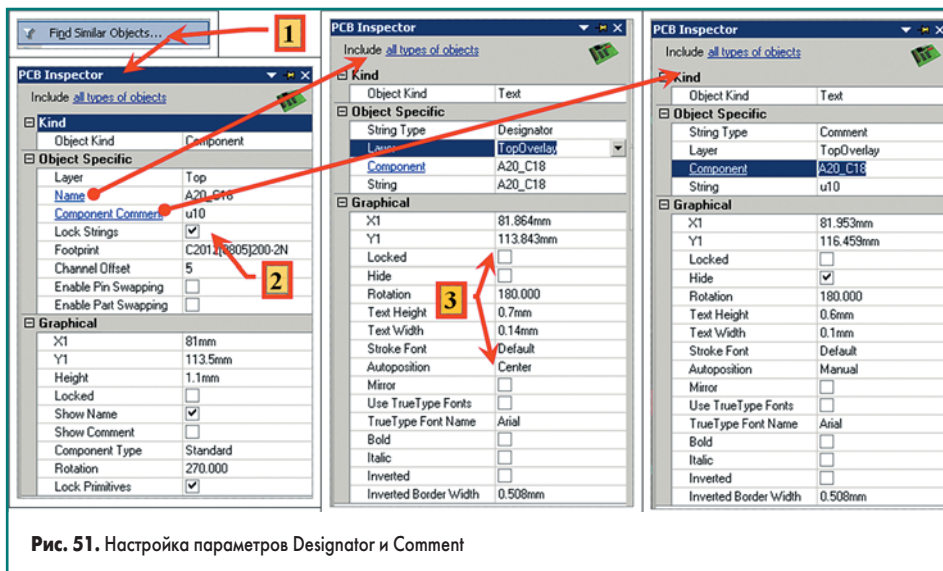

Рис. 51. Настройка параметров Designator и Comment
4. Аналогично поступаем с параметрами **Comment** компонента за исключением (рис. 51):